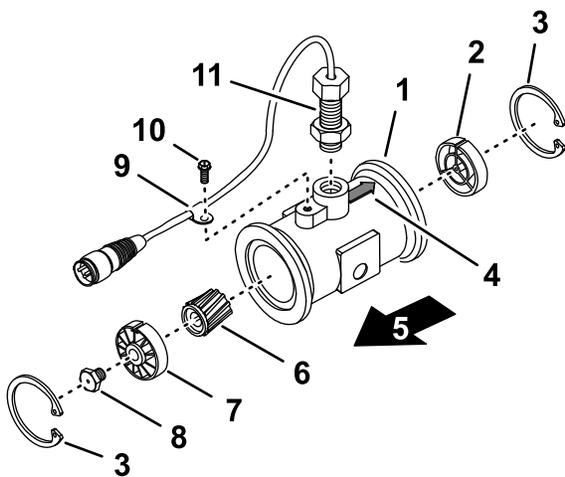

Figura 102
3. Retire el anillo de sujeción del lado “aguas arriba” (Figura 102).